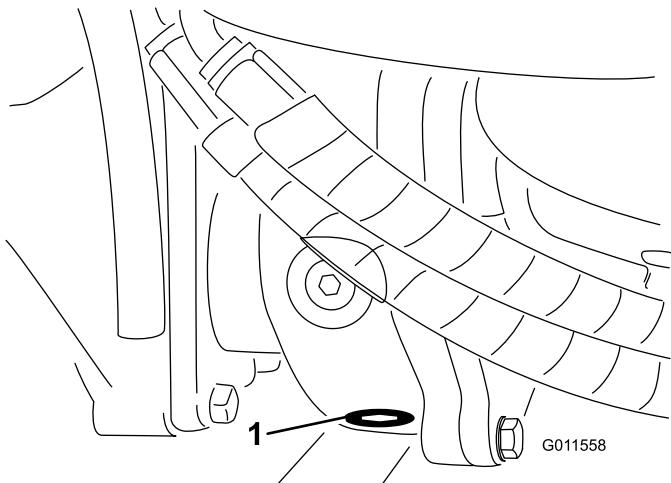

Bild 66
5. Reinigen Sie den Bereich um die Ablassschraube an der Unterseite des Getriebes (Bild 66)